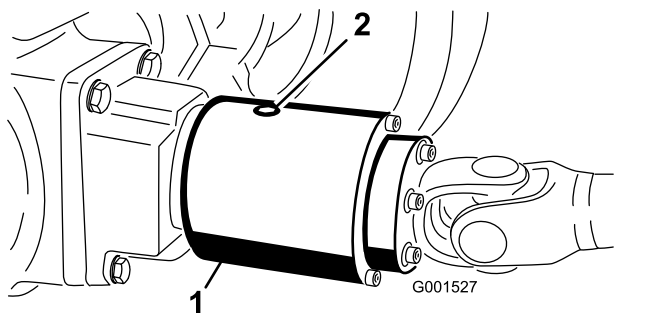

Рисунок 61
3. Поверните муфту (**Рисунок 61**) таким образом, чтобы пробка контрольного отверстия была в положении «на 6 часов».